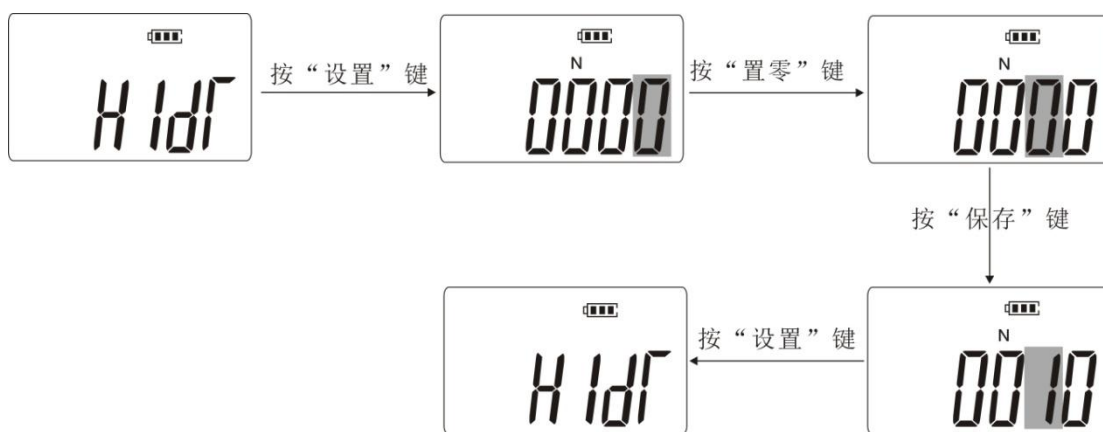

图 8
3.2.3 **HIDT** (HIDT)上限值设置: 按“设置”键进入上限值设置, 分别按“保存”、“置零”键, 进行数字调整, 选择所需数值, 再按“设置”键保存, 如图 8 所示: